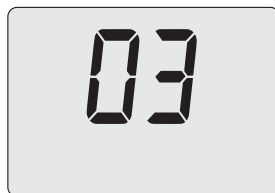

Figura 9.21
- Premendo il tasto 12 (Figura 9.15) si ottiene la conferma del valore inserito e l'attivazione della funzione. (Figura 9.21).